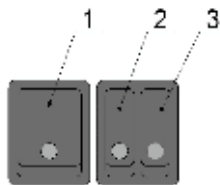
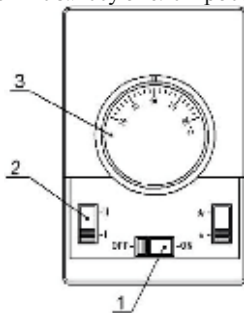

Рис. 1 Панель управления
Рис. 2 Пульт управления
5.4 Управление завесами НТ 306 и НТ 508 осуществляется с помощью клавишных переключателей блока управления (см. рис. 1). Управление завесами НТ 610-01 и НТ 915 осуществляется с помощью выносного пульта управления (см.рис.2). Пульт управления позволяет поддерживать необходимую температуру воздуха вблизи места его установки и регулировать тепловую мощность завесы.
7.1.3 Для включения завесы в режим вентиляции установите клавишу переключателя 1 (см. рис. 1) в положение включено **I**. При этом начинает работать вентилятор завесы и загорается подсветка клавиши.
7.2.1 Перед включением завесы диск терморегулятора 3 (см. рис.2) должен быть повернут по часовой стрелке в крайнее положение. Переключатель 1 должен находиться в положении **OFF**.